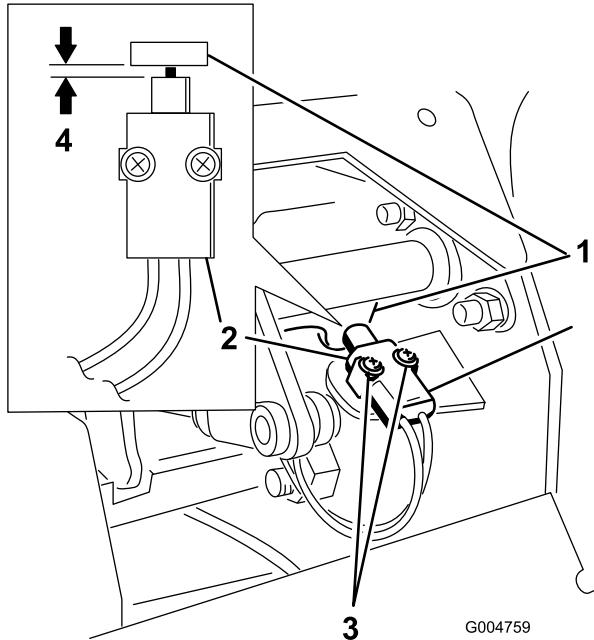

Figura 56
4. Mueva el interruptor hacia el tope del eje de freno hasta que la distancia entre el tope y el cuerpo del interruptor sea de 0,4 a 1 mm (Figura 56).